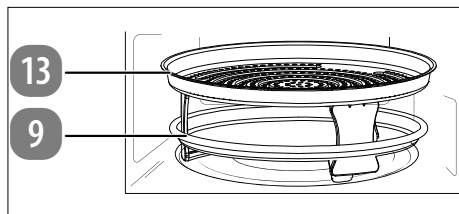

Fig. 7 – Colocación de la bandeja de horno/sartén para aire caliente
- ▶ Coloque la bandeja de horno (9) en el hueco de la base del espacio de cocción.
- ▶ Si va a utilizar el modo de aire caliente, coloque también la sartén para aire caliente (13) sobre la bandeja de horno (9) (véase Fig. 7).